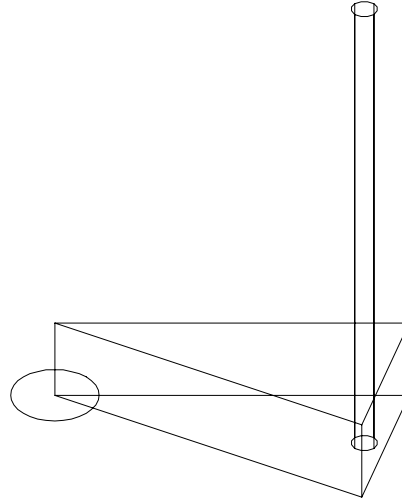

Figura 15.7 *Extrusão das Formas Básicas: Degrau e Pedestal do Corrimão da Escala em Caracol*
- **Extrudar o degrau em 20cm e o pedestal em 120cm (Figura 15.7);**